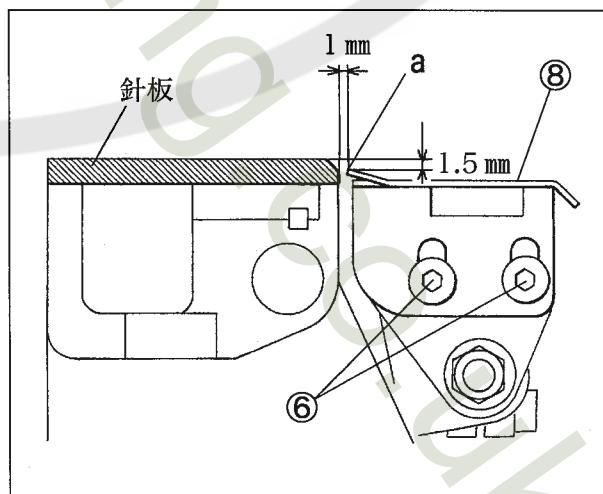

図 9
- (5) 定規⑦をセットしたとき、布ガイド取付板⑧の先端“a”と針板とのすき間が約1mmになるように止ネジ⑨を緩め、ストップ⑩で調節する。調節後、止ネジ⑨を締め付ける。(図9,10)
- (6) 布ガイド取付板⑧を支えるように支工板⑪をミシンのシリダ部⑫に取り付ける。布ガイド取付板⑧を左右に動かしたとき、水平に動くように止ネジ⑬を緩めて支工板⑪を調節する。調節後、止ネジ⑬を締め付ける。